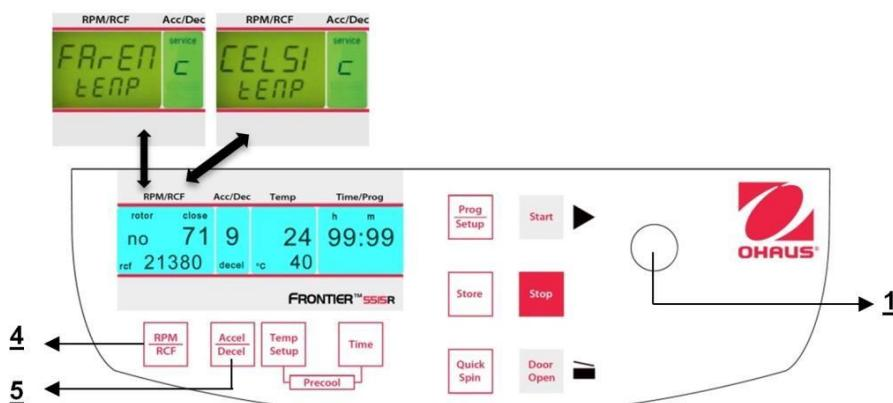

Figure. 32
Poursuivre conformément à la description du paragraphe 4.1.2 pour entrer dans ce mode de programme et appuyer ensuite sur la touche "Accel/Decel" (5). Sur l'affichage "Acc/Dec" (A-2), le mot "Service" apparaît. Sélectionner maintenant la lettre "C" avec le bouton de réglage (1). Ceci entraîne l'apparition des mots "CELSI/temp" sur l'affichage "RPM | RCF" (A-1). En appuyant sur la touche "RPM | RCF" (4), le mot "CELSI" clignote et il devient possible de modifier l'affichage en degrés Fahrenheit "FAREN" avec le bouton de réglage (1) (voir la figure 32).